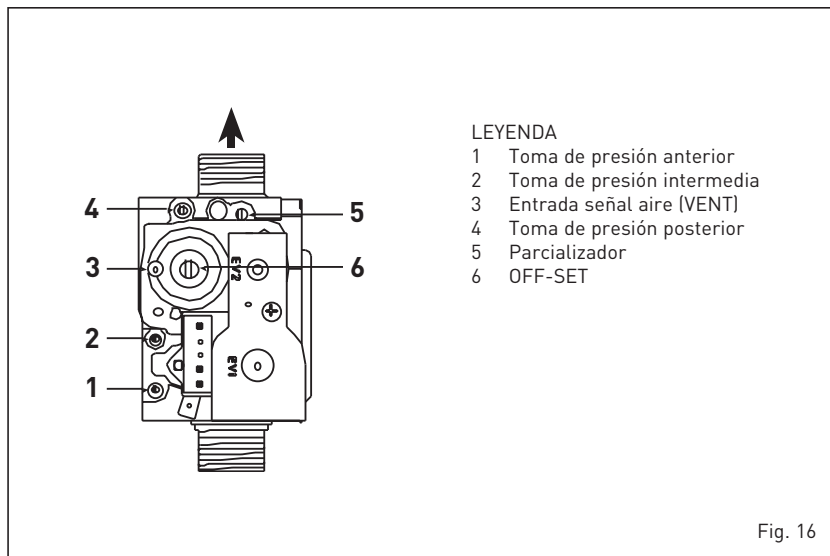

Fig. 16
4.1 VALVULA GAS (fig. 16)
La caldera se produce de serie con válvula gas modelo SIT 848 SIGMA (fig. 16).
cia máx. indicados a continuación, ajustando el parcializador (5 fig. 16):
- 5) Buscar los valores de CO₂ a la potencia mín. indicados a continuación, ajustando el tornillo regulador OFF-SET (6 fig. 16):